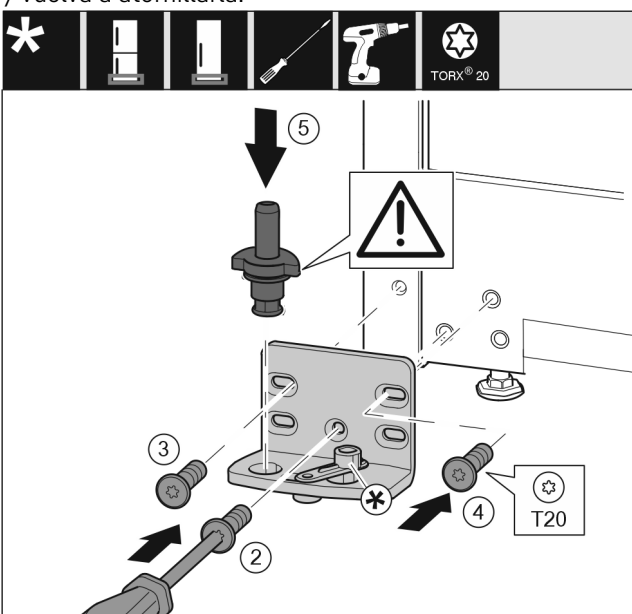

Fig. 20
- Coloque el soporte del cojinete en el otro lado y atorníllelo con un destornillador. Comience con el tornillo Fig. 20 (2) en la parte inferior central.
- Atornille el tornillo Fig. 20 (3) y el tornillo Fig. 20 (4).
- Inserte completamente los pernos del cojinete Fig. 20 (5). Asegúrese de que la leva de bloqueo apunte hacia atrás.